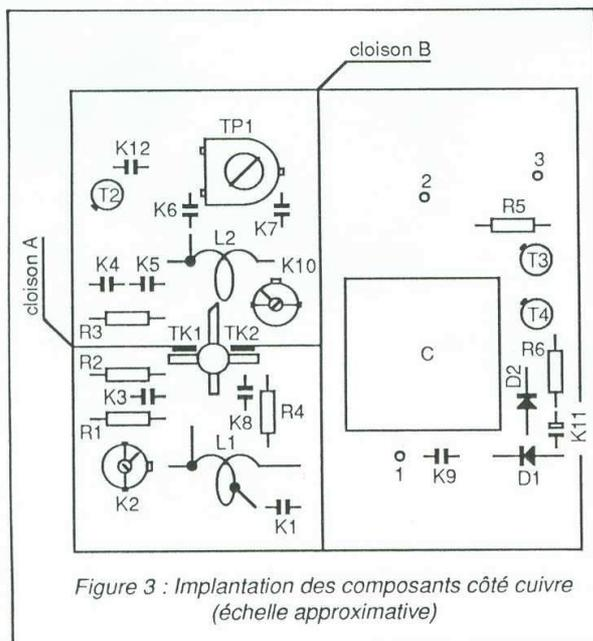

Figure 3 : Implantation des composants côté cuivre (échelle approximative)
- L'implantation des composants figure 3.